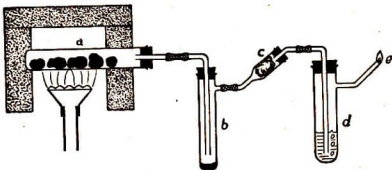

Abb. 25. Leuchtgasdarstellung durch Entgasen von Steinkohle
1. In dem einseitig geschlossenen Eisenrohr *a* wird in einem Ofen aus Diatomsteinen Steinkohle stark erhitzt (Abb. 25). Die entweichenden Gase verdichten sich z. T. in der Vorlage *b* zu schwarzem Teer. Die Teertröpfchen, die in *b* nicht festgehalten werden, bleiben in dem Wattefilter *c* zurück. In *d* wird das übriggebliebene Gas mit Wasser gewaschen. Bei *e* verbrennt es dann mit leuchtender Flamme. Im Gaswasser *d* läßt sich Ammoniak nachweisen. Der Rückstand im Eisenrohr ist Koks.